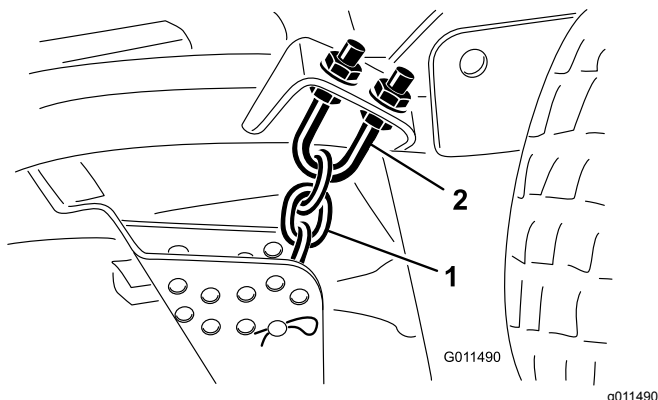

Figura 103
1. Allentate i controdadi sulla parte superiore o inferiore del bullone a U della catena dell'altezza di taglio (Figura 103).